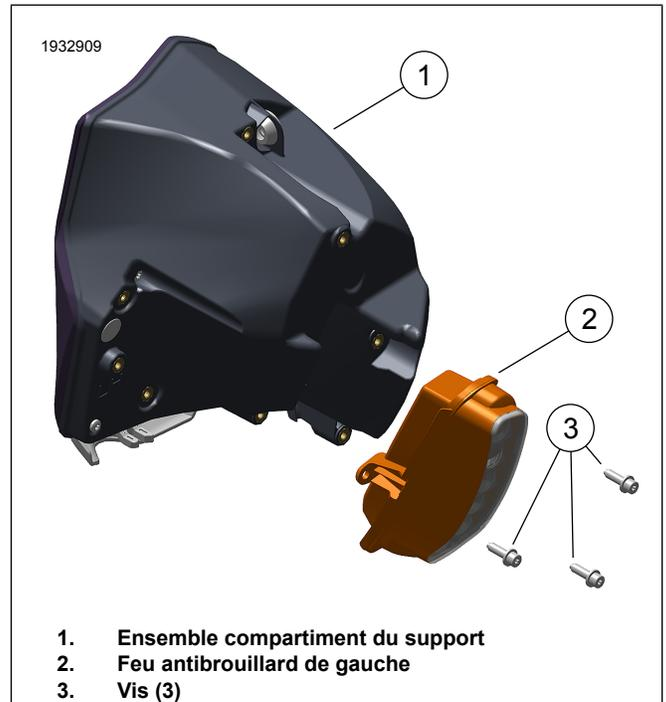

**Figure 4. Couvercle de carénage inférieur**
5. Voir la figure 4. Déposer le couvercle du carénage inférieur gauche.
- a. Déposer les vis (3) et le couvercle du carénage inférieur (2) du compartiment du support (1).